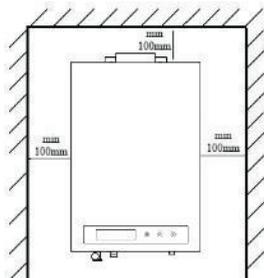

Рисунок 3
6.1.4. Аппарат рекомендуется устанавливать так, чтобы вокруг аппарата было свободное пространство не менее 100 мм, необходимое для его обслуживания. (см. рис. 3)